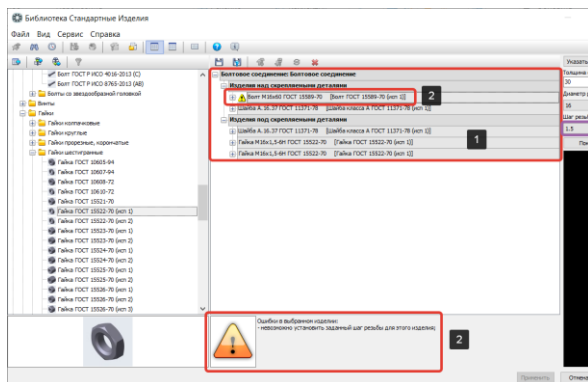

Рисунок 355 – Общий шаг резьбы
- После того как будет заполнена конфигурация крепежного соединения (1), необходимо указать общий шаг резьбы (3) для элементов (2) (Рисунок 355).